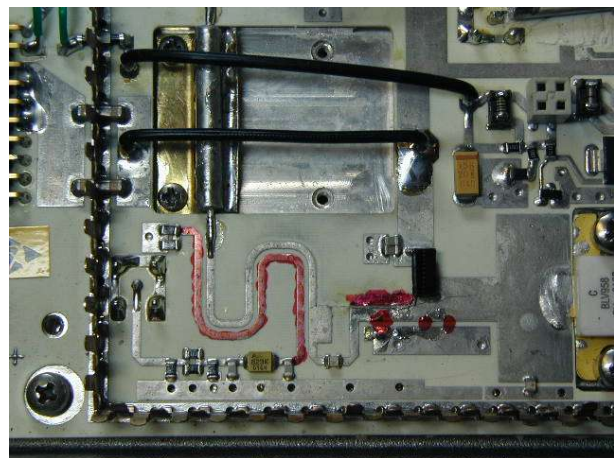

Bild 5 Auskoppelung
8. Auskoppelung: Die beiden SMD- "C" und der Trimmer, wie in Bild 5 rot markiert, werden ausgelötet.
9. Die parallel zur Ausgangs- Stripline verlaufende Leitung, in Bild 5 rot gekennzeichnet, wird entfernt.
10. An der Stelle des Zirkulators wird die unterbrochene Leitung mit einem Stück UT141 überbrückt. Die Verbindung des Schirms mit Masse wird mit einem Stück Messing- oder Kupferblech realisiert. Siehe Bild 5 oder 6.
12. Optimierung: Zur Optimierung sollte die HF-Leiterbahn, bei der Drossel für die Kollektor-Spannungszuführung, etwas schmaler gemacht werden. Siehe rot gezeichnete Stelle in Bild 5. Vorsicht! Nicht zu viel entfernen, dabei die Ausgangsleistung beachten! Eine verbleibende Leiterbahnbreite von 2mm hat sich bewährt.